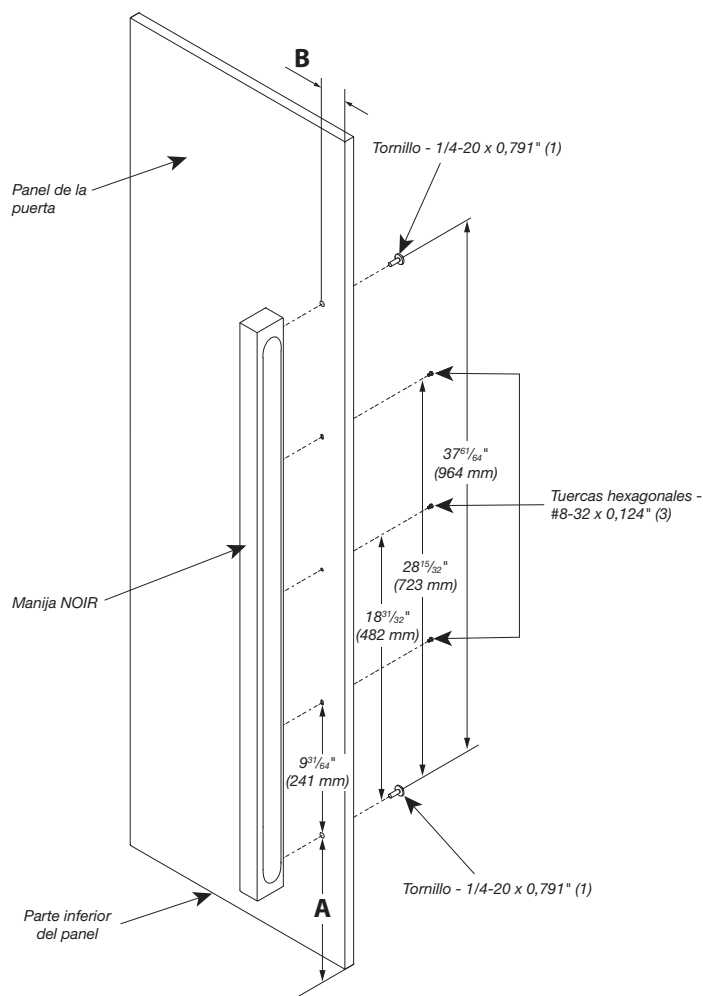

Figura 1 - Puerta del refrigerador/congelador
- Consulte la figura 1 y la tabla 1 para ver las ubicaciones de los orificios que son específicas del modelo y los requisitos de espaciado para el montaje de la manija NOIR.
NOTA: La figura 1 representa un panel de congelador de dos puertas (izquierda), un panel de refrigerador de puerta francesa (izquierda), un panel de refrigerador de apertura a la izquierda con montaje inferior y un panel de congelador/refrigerador de columna. Contraponga el patrón de orificios en el panel de la puerta opuesta, en caso de ser necesario.
- Mida "A" desde la parte inferior del panel y mida "B" desde el costado del panel. Marque la ubicación de los orificios como se indica en la figura 1. Consulte la tabla 1 para obtener las dimensiones "A" y "B" según la configuración del panel.